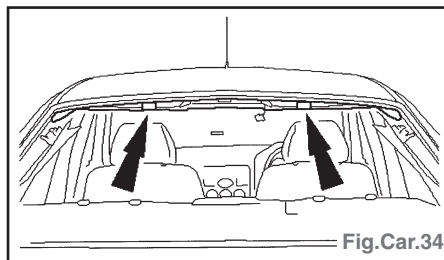

Fig.Car.34
- Détacher l'arrière du garnissage de pavillon du panneau de pavillon (placer deux blocs en matériau approprié en tant que cales entre le garnissage de pavillon et le panneau de pavillon) (Fig.Car.34).